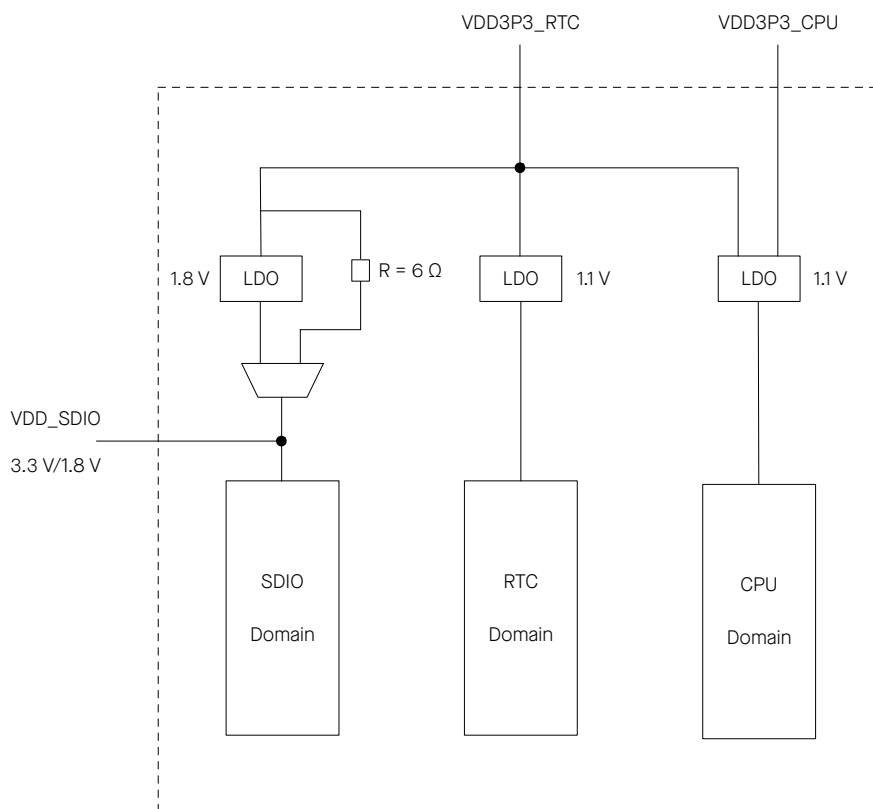

图 2-3. ESP32 电源管理
电源管理如图 2-3 ESP32 电源管理 所示。
1. ESP32-U4WDH 的封装内 flash 以及 ESP32-D0WDR2-V3 的封装内 PSRAM 均运行在 3.3 V 电压下,此时,VDD_SDIO 会通过 $6\ \Omega$ 的电阻从 VDD3P3_RTC 取电, 见图 2-3。